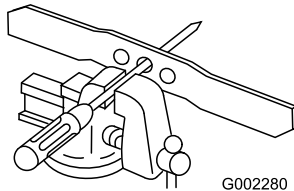

Figura 36
1. Compruebe el equilibrio de la cuchilla colocando el taladro central de la cuchilla sobre un clavo o un destornillador fijado horizontalmente en un torno de banco (Figura 36).